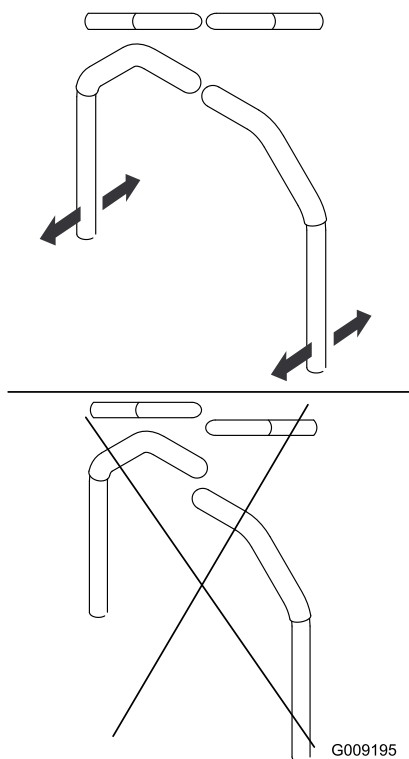

Рисунок 59
3. Отрегулируйте продольное положение рукояток, установив их вместе в НЕЙТРАЛЬНОЕ положение и выровняв по горизонтали(Рисунок 59).